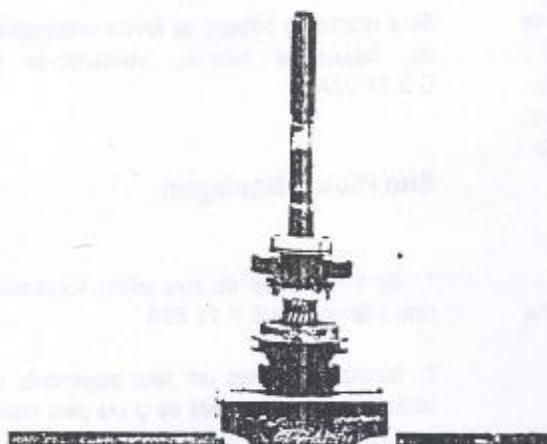

Figura 3.11.3 - Rolamento traseiro e engrenagem removidos.
7. Utilizando a ferramenta G 3.11.01A como apoio, posicionar o conjunto em uma prensa e remover a engrenagem e o rolamento traseiro da arvore principal (Figura 3.11.3).